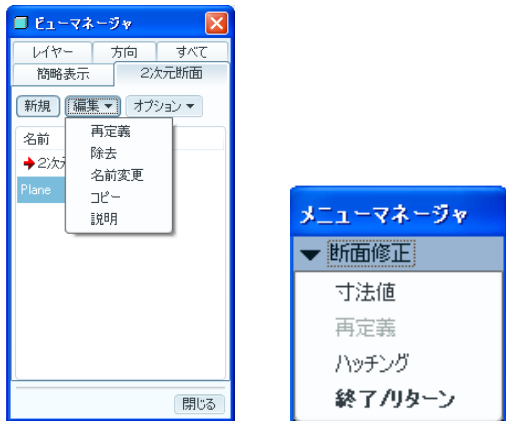

図 4-78 ハッチングの定義編集
- メニューマネージャダイアログ のタブ編集の「再定義」をクリックして、「ハッチング」を選ぶ（図 4-78）とハッチング修正ボックス（図 4-79 左）内にある、斜線陰影の斜線の間隔、角度、線種と線の色など設定編集ができる。